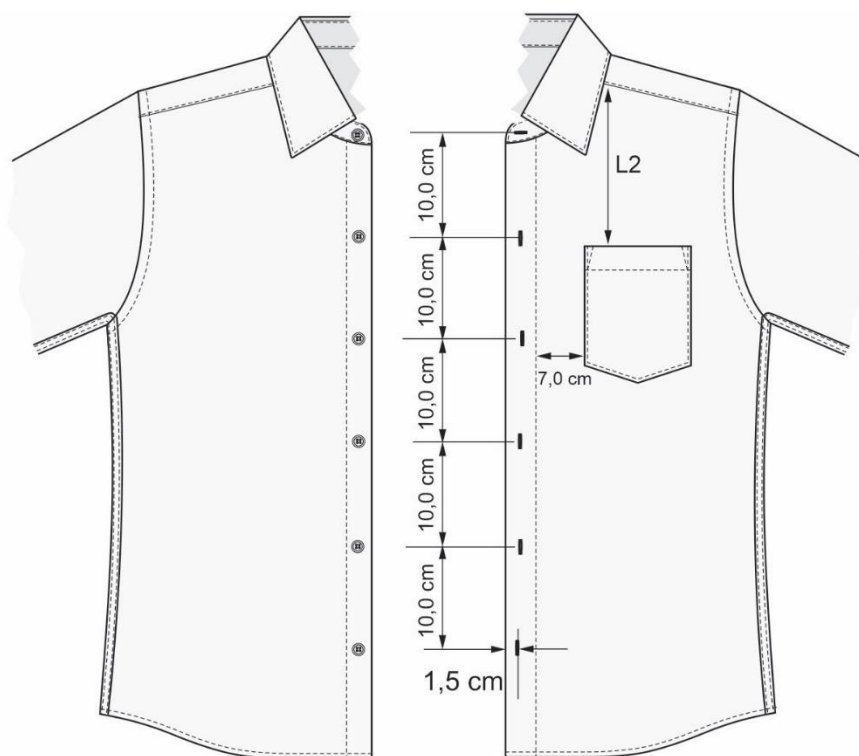

Figura 14 – Detalhes da abertura frontal e bolso (tolerância $\pm 0,5$ cm)
4.1.11 Camisa social **masculina** com bolso em bico no lado esquerdo do tórax do usuário localizado com medida variável L2 de distância do ápice do ombro e a 7,0 cm de distância da dobra da vista esquerda. Abertura do bolso medindo 12,0 cm com bainha de 2,0 cm e altura total de 14,0 cm até o bico central. A altura lateral de 12,0 cm é medida a partir da bainha e possui chanfro inferior com 6,0 cm de comprimento (ver figura 14 e 18).